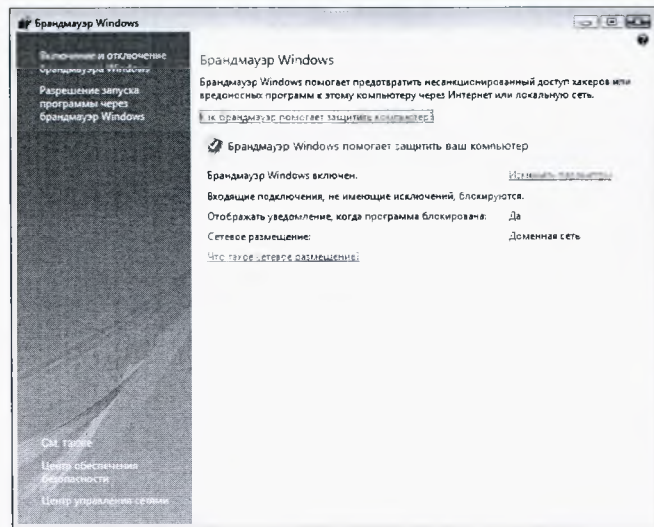

Рис. 110
4. В диалоговом окне «Брандмауэр Windows» (рис. 110) выберите пункт «Разрешение запуска программы через брандмауэр Windows».